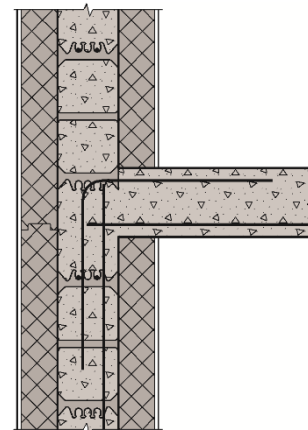

Fig. 7 Armeringsføring ved tilslutning til etasjeskiller for vegg støttet og fastholdt i topp og bunn. Armering videre opp i vegg er vist i fig. 7.
- Vegg forankres til dekket i toppen av vegg med Ø 10 mm armeringsvinkler c/c 300 mm. Disse vinklene plasseres i overkant av gulvet og i ytterkant av vegg som vist på fig. 7